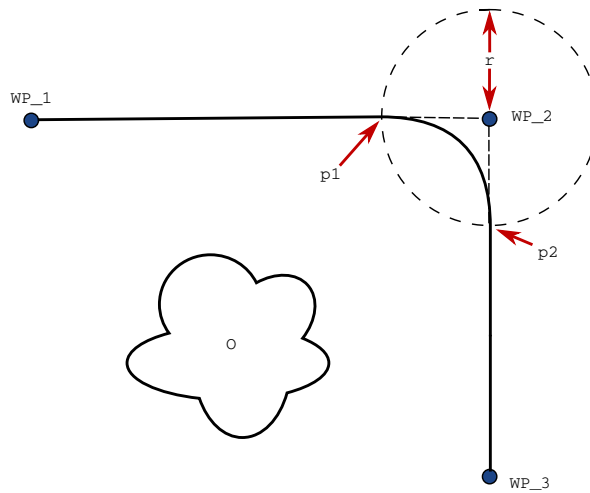

Figura 14.3: Transición de WP\_2 con radio  $r$ , posición de transición inicial en  $p1$  y posición de transición final en  $p2$ .  $O$  es un obstáculo.
**Parámetros de transición** Además de los puntos de paso, otros parámetros afectarán a la trayectoria de transición (ver figura 14.3):